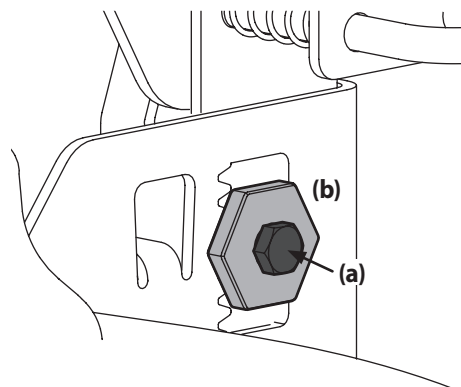

Figura 4-8
- Afloje, pero NO extraiga, el perno de cabeza hexagonal (a) ubicado en el gancho trasero izquierdo de la plataforma. Consulte la Figura 4-8.
- Con una llave, levante o baje el lado izquierdo de la plataforma girando el engranaje de ajuste (b). Consulte Figura 4-8.